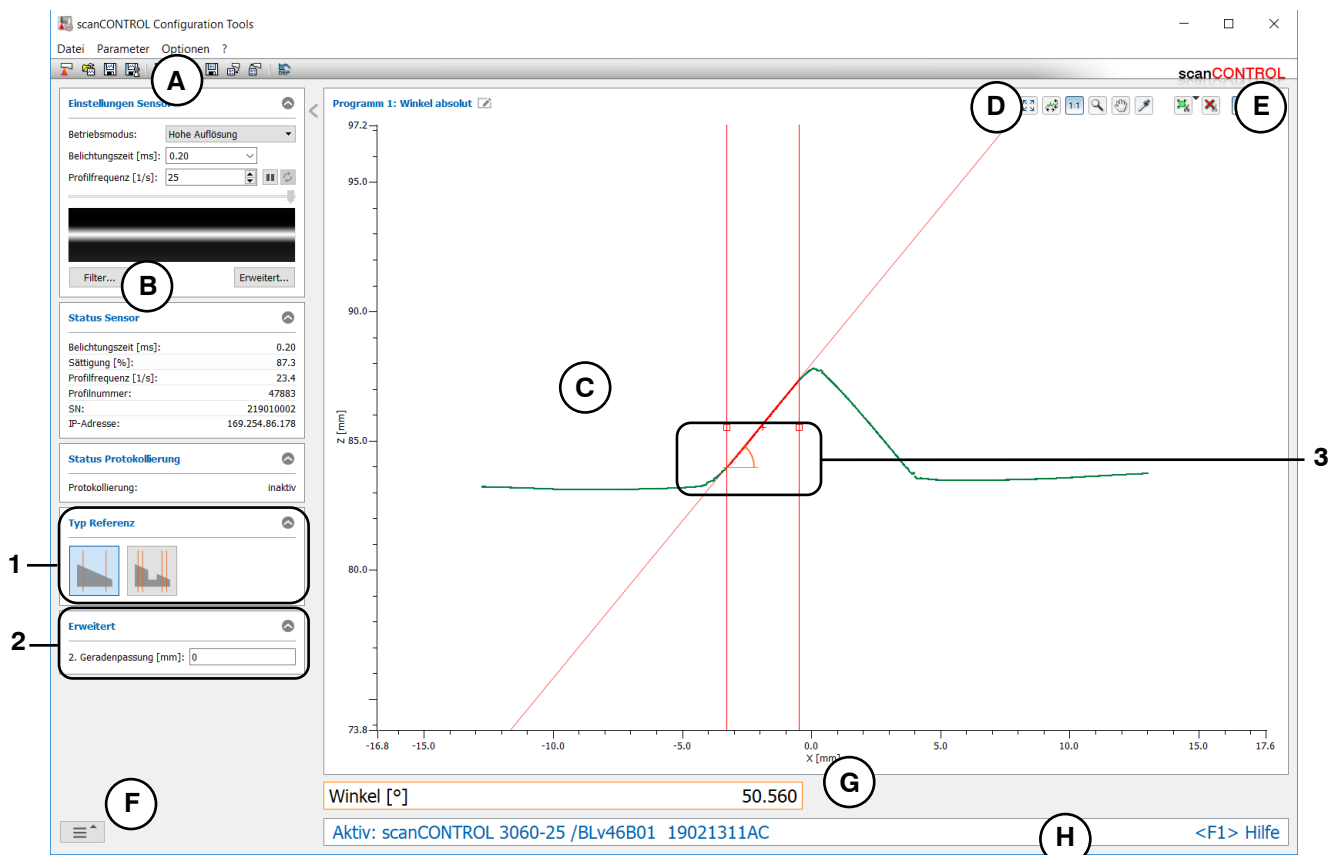

Abb. 4.7: Messprogramm „Winkel absolut“
- Wählen Sie den Typ der Geradenpassung (siehe Abb. 4.7 und Kap. 3.13.1):